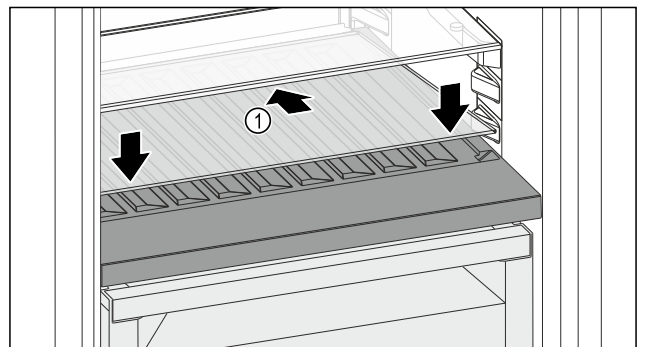

Fig. 146
- ▶ Поставете стъклената плоча Fig. 146 (1) косо и наклонена назад надолу.
- ▶ Спуснете стъклената плоча Fig. 146 (1) отпред.